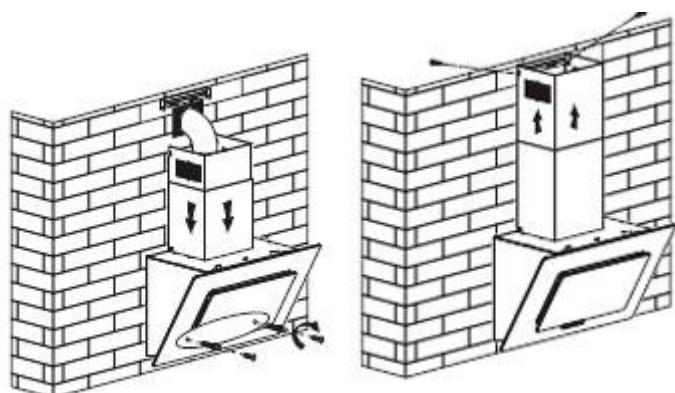

Рис. 6
5. Закрепите вытяжку с помощью 2 предохранительных винтов ST4*30 мм. Примечание: Два предохранительных отверстия диаметром 6 мм расположены на задней панели корпуса. Установите два короба на вытяжку, закрепите наружный короб на стене 2 шурупами ST4*40 мм и выведите расширительную трубу наружу. Смотрите рис. 6.